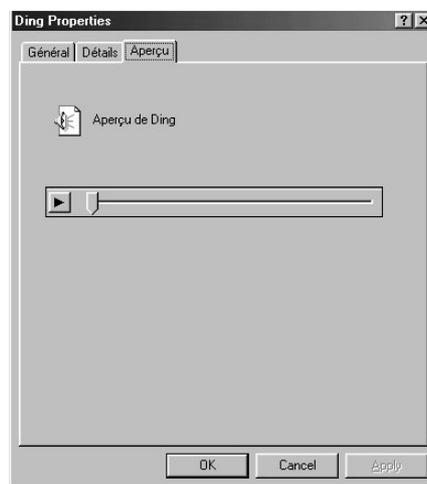

Figure 3b. Prévisionner un fichier audio.
- Si vous voulez prévisionner (écouter) le fichier audio désigné, cliquez sur l'onglet Aperçu. Windows 98 affiche la feuille Aperçu, comme le montre la **figure 3b**.